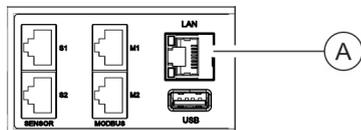

Fig. 24: Raccordement LAN
1. ➔ Brancher la fiche du câble de données dans le raccordement LAN sur la PDU maître (Voir la Fig. 24/Ⓐ).